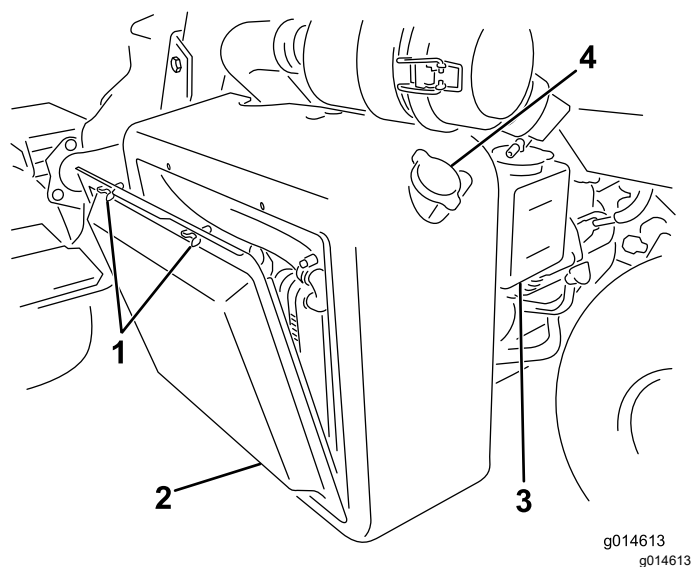
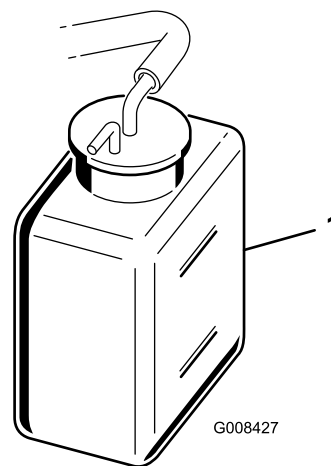

图 40
图 41
1. 拆下散热器吸风滤网图 40。
2. 检查冷却液液位图 40 和图 41。